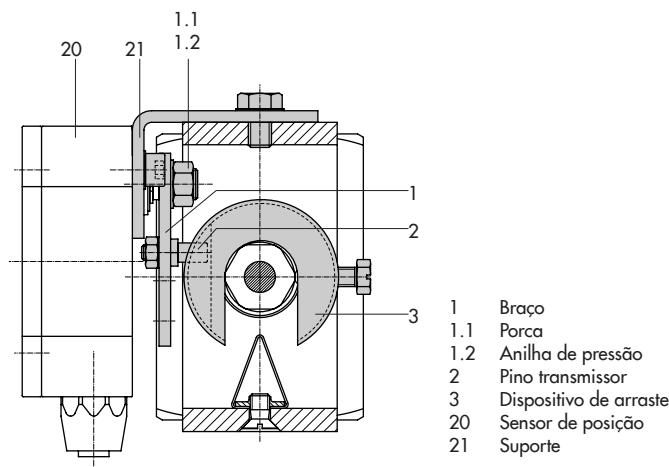

Fig. 28: Montagem numa válvula de microcaudal
- Coloque o braço (1) e a anilha de pressão (1.2) no veio do sensor. Mova o braço para a posição intermédia e fixe nessa posição. Aparafuse a porca (1.1).
- Aparafuse os dois pernos (14) ao suporte (9.1) da peça de acoplamento das hastes (9), coloque a placa de arraste (3) no topo e utilize os parafusos (14.1) para aperto.
- Coloque o suporte com o sensor na arcaada NAMUR de modo a que o pino transmissor (2) assente na ranhura da placa de arraste (3) e, em seguida, aparafuse o suporte utilizando os respetivos parafusos de fixação na válvula.
- Consulte a Fig. 28
1. Coloque o braço (1) do sensor na **posição intermédia e mantenha nessa posição**. Desaperte a porca (1.1) e retire o braço M (1) standard em conjunto com a anilha de pressão (1.2) do veio do sensor.
2. Aparafuse o sensor de posição (20) no suporte (21).
3. Selecione o braço S (1) dos acessórios e aparafuse o pino transmissor (2) no orifício da posição de pino 17. Coloque o braço (1) e a anilha de pressão (1.2) no veio do sensor. Mova o braço para a posição intermédia e fixe nessa posição. Aparafuse a porca (1.1).
4. Coloque o dispositivo de arraste (3) na peça de acoplamento das hastes da válvula, alinhe em ângulo reto e aparafuse firmemente.
5. Posicione o suporte (21) com o sensor de posição na arcada da válvula e aparafuze firmemente, certificando-se de que o pino transmissor (2) desliza para a ranhura do dispositivo de arraste (3).